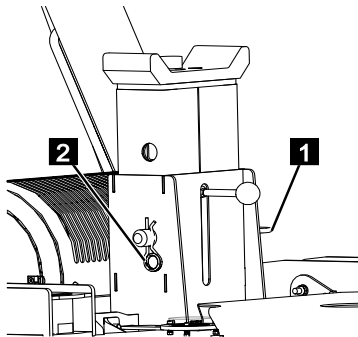

Fig. 113
6. Rentrer la cheville de verrouillage (Fig.113/1) la bloquer avec la goupille fendue à ressort (Fig.113/2).